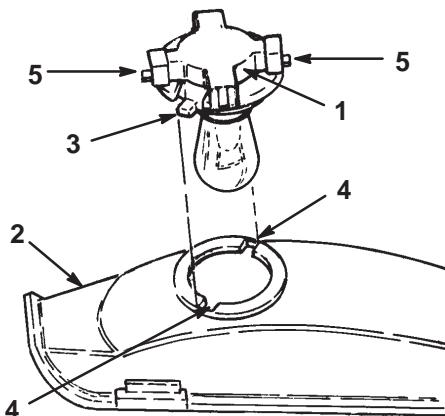

Bild 25
3. Drehen Sie die Birnenfassung um 1/4 Umdrehung entgegen dem Uhrzeigersinn und nehmen die Birne aus dem Reflektor (Bild 25).
2. Die Birnenfassung hat zwei Zungen (Bild 25). Fluchten Sie die Zungen auf die Schlitze im Reflektor aus, setzen die Birnenfassung in den Reflektor ein und drehen die Birne im Uhrzeigersinn um 1/4 Umdrehung bis zum Anschlag.